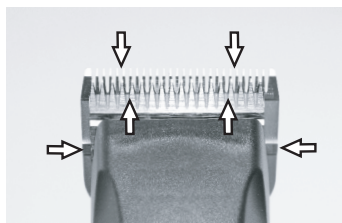

Fig. 24
Para conseguir un buen resultado de esquila y para alargar la duración de la esquiladora, es imprescindible aplicar una fina capa de aceite sobre las cuchillas superior e inferior (fig. 24).
- Lubrique los peines suficientemente durante el esquila (como mínimo cada 15 minutos), para que no marchen en seco (fig. 24).
Es necesario lubricar los peines antes, durante y después de cada uso. Si los peines dejan rayas, es una señal segura que necesitan aceite. Aplique algunas gotas de aceite de frente y lateralmente de los peines (flechas fig. 24). Quite el aceite sobrante por un pañuelo suave y seco. Aerosoles lubricantes no contienen suficientemente aceite para una buena lubricación, pero son convenientes para la refrigeración de los peines. Cambie de inmediato peines dañados o dentados a fin de evitar heridas.